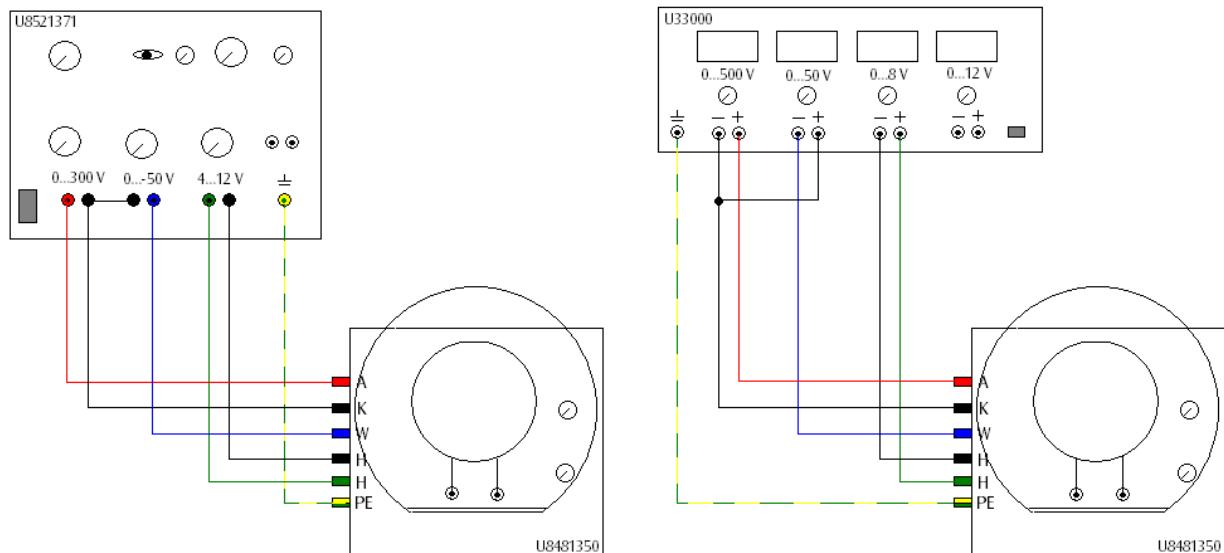

Fig.2 Elektrische Ablenkung des Elektronenstrahls (links: mit Netzgerät U8521371, rechts: mit Netzgerät U33000)
- Beschaltung gemäß Fig. 2 vornehmen.